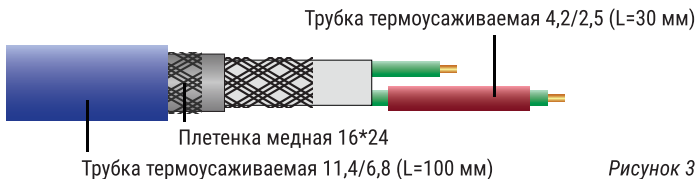

Рисунок 3
5.7. На один конец нагревательного кабеля установить плетенку медную 16x24 длиной 140 мм и термоусаживаемую трубку 11,4/6,8 ( $L=100$  мм) (рисунок 3); на другой конец – две термоусаживаемые трубки 12,7/6,4 ( $L=200$  и  $L=220$  мм), термоусаживаемую трубку 12,7/6,4 ( $L=190$  мм), термоусаживаемую трубку 12,7/6,4 ( $L=150$  мм) (рисунок 3а).
Рисунок 3а